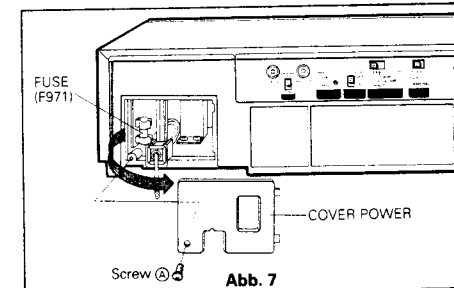

Abb. 7
1. Entfernen Sie die Schraube an der Rückseite des Netzkabelanschlusses. Siehe Abb. 7.